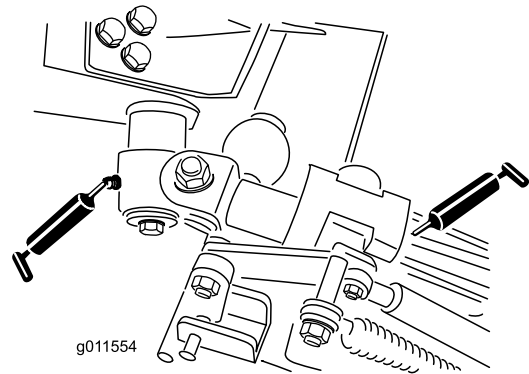

Figure 51
- 2 bagues de pivot d'axe coudé (Figure 51)
- 4 bagues de bras arrière (Figure 51)